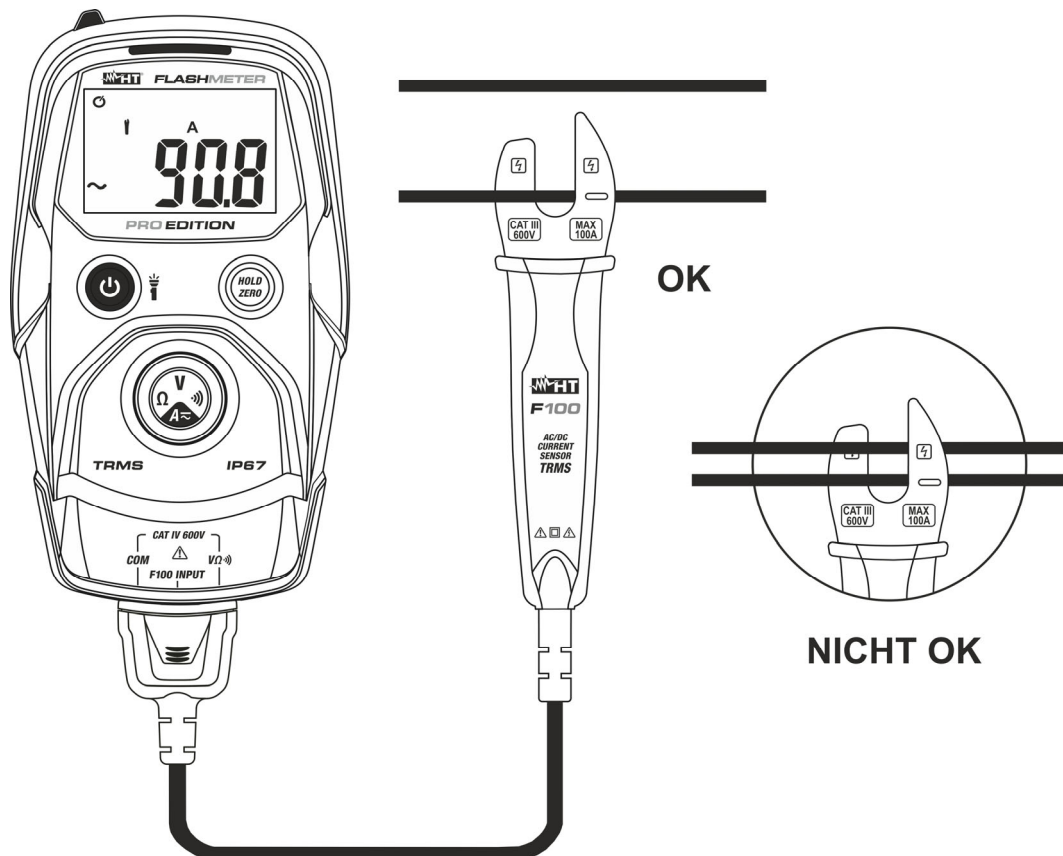

Abb. 7: Verwendung des Gerätes für AC/DC Strommessung
4. Schließen Sie die F100 Zange an den zu prüfenden Leiter an (siehe Abb. 7), achten Sie dabei auf das Pfeilsymbol „ \rightarrow “ im Ringkern, um die positive Stromrichtung anzuzeigen, und positionieren Sie sie in der Mitte derselben, um dies zu erhalten eine genaue Messung. Der aktuelle Wert wird auf dem Display angezeigt
5. Das Symbol "-" auf dem Display des Gerätes gibt an, dass die Strom die umgekehrte Richtung mit Bezug auf den Anschluss in Abb. 7 hat.